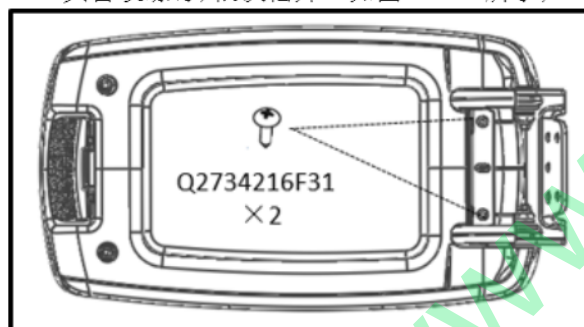

图 1.6.18 副仪表板扶手总成的分拆 2
- (3) 用十字螺丝刀将固定扶手翻转铰链和扶手内板的两个螺钉(Q2734216F31十字大半圆头自攻螺钉)依次松开。如图1.6.18所示；